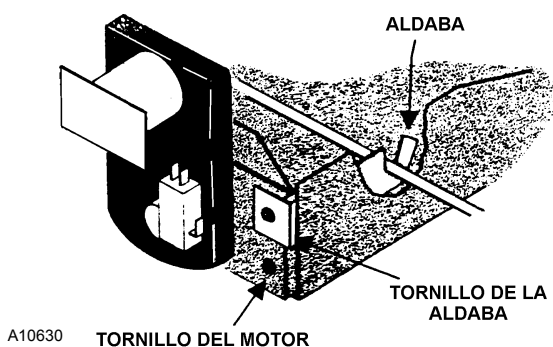

Figura 10. Localización del Tornillo del Motor
2. Suelte el tornillo de la aldaba para que ésta caiga y deje de obstruir el paso. Ver la **Figura 10**.
7. Para retirar el motor de la vendedora, quite los dos tornillos del motor que están en la abrazadera del motor. Ver la **Figura 10**.